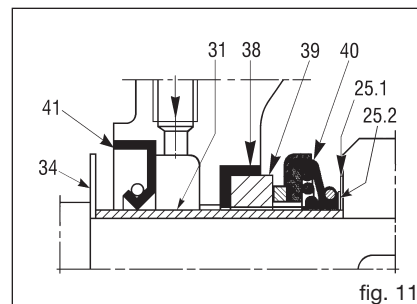

fig. 11
Per ottenere ciò le quote A e B di fig. 17, 18, 20, 21 devono risultare il più possibile uguali. A tale scopo si usano gli anelli di compensazione (25.2) (fig. 11) forniti con la tenuta di ricambio. Tali anelli servono a spostare in avanti la girante nel caso venga a trovarsi troppo distante dal piatto di usura frontale o troppo vicina a quello posteriore (quando previsto). Gli anelli di compensazione vanno montati tra l'anello sostiene tenuta (25.1) (fig. 11) e la girante. Ulteriori aggiustamenti possono essere fatti con le guarnizioni corpo e piatto posteriore. L'interposizione della guarnizione (43) (fig. 10) di spessore 0,5 mm determina la distanza richiesta (fig. 19).